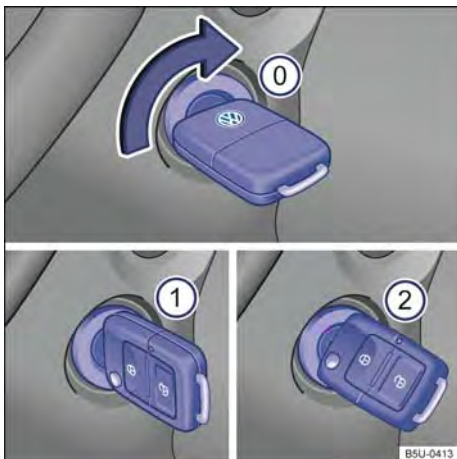

Fig. 86 Ao lado do volante, à direita: posições da chave do veículo no cilindro da ignição.
Posições da chave do veículo → Fig. 86
- Girar a chave do veículo no cilindro da ignição para a posição → Fig. 86 ② – não acelerar. Quando o motor começar a funcionar, soltar a chave do veículo no cilindro da ignição.
- *Veículos com partida aquecida*: girar a chave do veículo no cilindro da ignição para a posição → Fig. 86 ② para dar partida no motor – não acelerar. Caso a etapa 5 não seja respeitada, a luz de controle  irá piscar indicando a necessidade de interromper o procedimento de partida e repeti-lo após retornar a chave para a posição → Fig. 86 ① e aguardar aproximadamente 10 segundos.
- *Veículos sem partida aquecida*: girar a chave do veículo no cilindro da ignição para a posição → Fig. 86 ② para dar partida no motor – não acelerar.
- *Veículos com partida aquecida*: girar a chave do veículo na posição → Fig. 86 ①. A ignição está ligada. Nesse instante a luz de controle do sistema de partida aquecida  irá se acender no instrumento combinado. Aguardar que a luz de controle  se apague indicando o término do aquecimento do combustível (esta ação poderá ser necessária em condições de partida com o motor frio).
- *Veículos sem partida aquecida*: girar a chave do veículo na posição → Fig. 86 ①. A ignição está ligada.